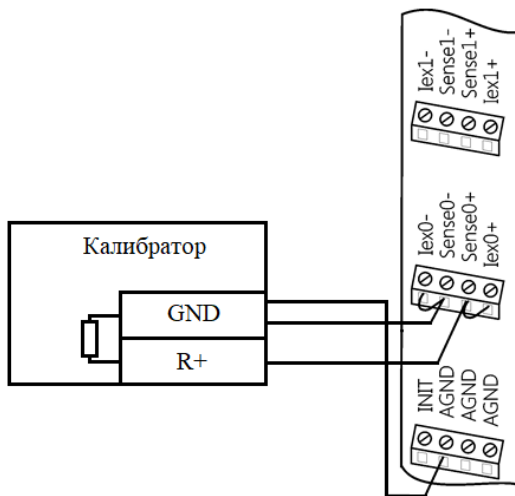
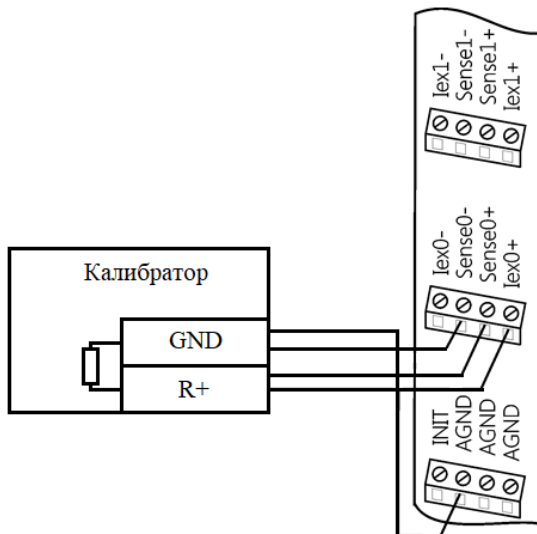

Рис. 4.6. Подключение приборов для юстировки термосопротивлений по трехпроводной схеме соединения модуля NLS-4RTDn
Рис. 4.7. Подключение приборов для юстировки термосопротивлений по четырехпроводной схеме соединения модуля NLS-4RTDn
При использовании трехпроводной схемы включения датчика (рис. 4.6) юстировку следует проводить с проводами реальной длины (как в условиях эксплуатации). Это позволит скомпенсировать в процессе юстировки паразитное падение напряжения на проводах.
- подготовить необходимую проводную схему подключения калибратора к модулю (рис. 4.6 или рис. 4.7). **Важно! Юстировка выполняется по нулевому каналу модуля;**